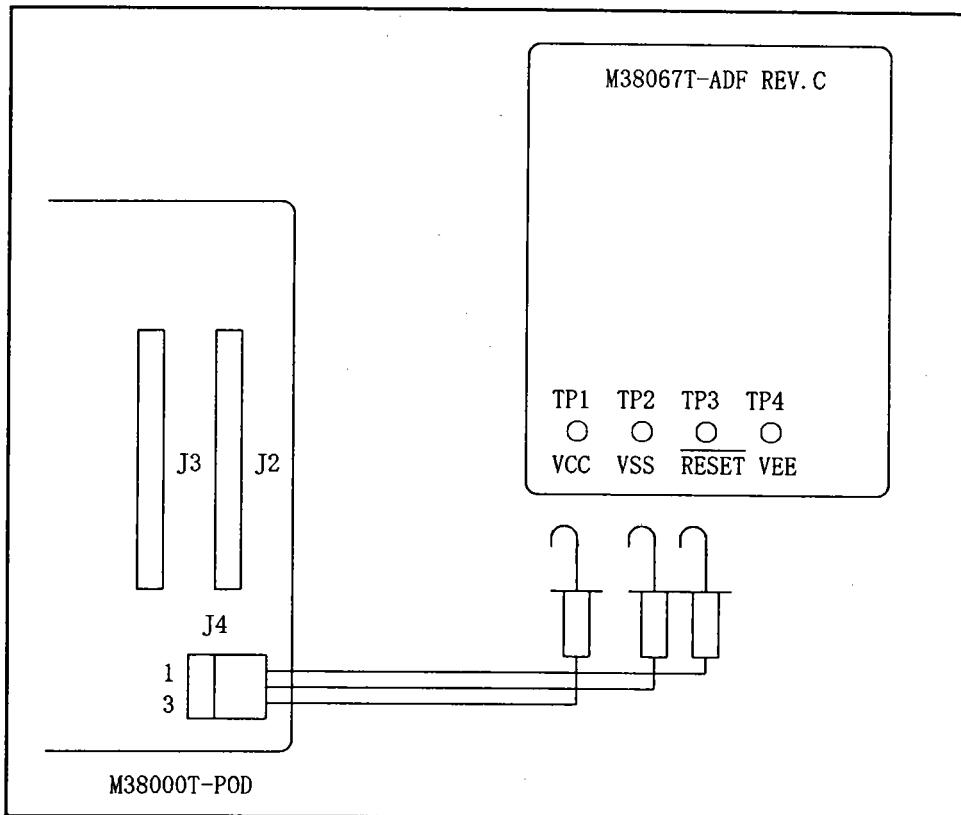

図4.1 M38067T-ADFの接続使用形態
- (1) M38067T-ADFにエミュレータMCUを実装してください。
- (2) M38000T-PODまたはM38000TL-PODの蓋を開けてください。
- (3) M38000T-PODまたはM38000TL-PODのJ4コネクタに接続されているケーブル(2本1組)を付属のケーブル(3本1組)に差し替えて、M38067T-ADF上のV_{cc}、V_{ss}、RESETピンと接続してください。VEE端子のないMCUはVEEピンには何も接続しないでください。表4.1にJ4コネクタの信号を、図4.1に接続使用形態を示します。